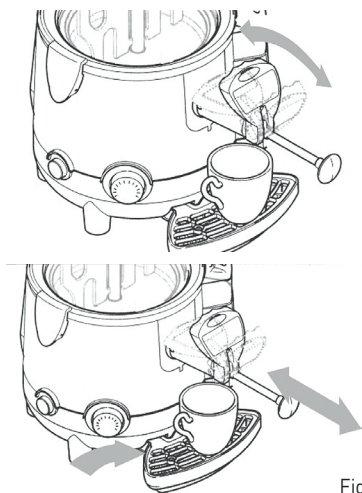

Fig. 1
- Se il cioccolato caldo è versato troppo lentamente, si raccomanda di spingere al massimo la leva; per rimuovere le sostanze bloccate nel dosatore, tirare e spingere qualche volta la leva senza spegnere l'apparecchio (vedere la fig. 1).